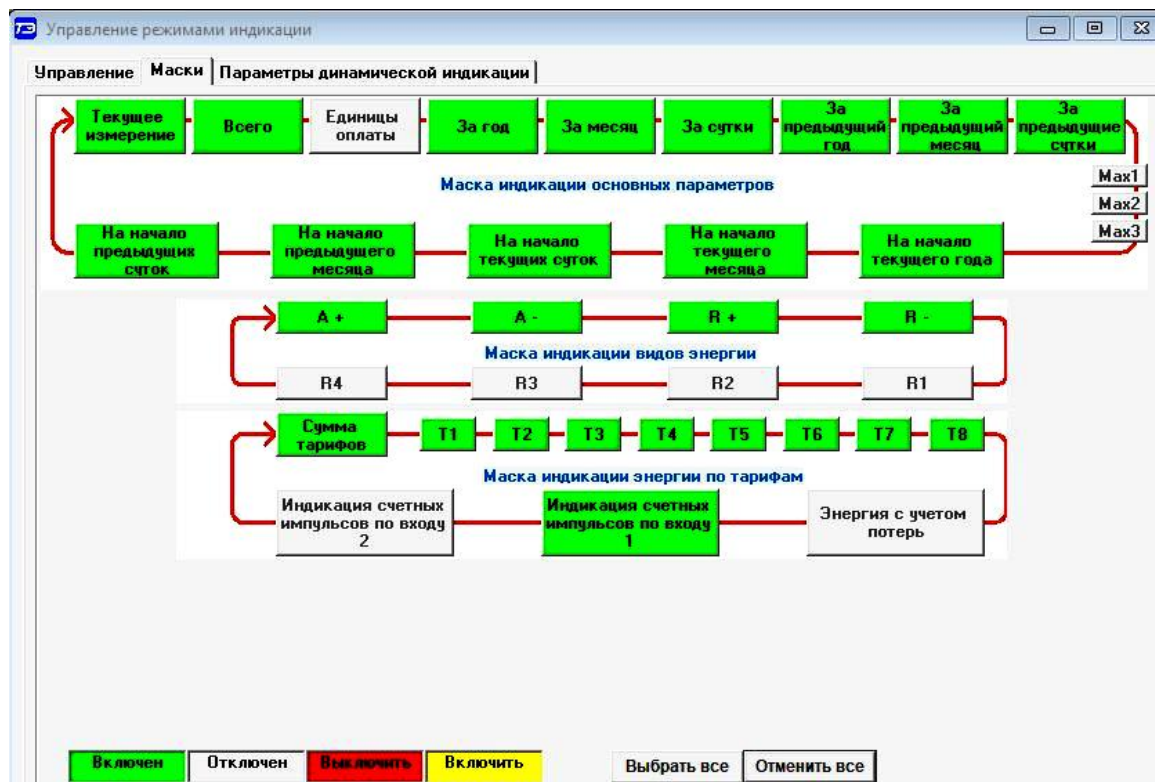

Рисунок 26 – Форма «Управление режимами индикации» вкладка «Маски»
4.15.6.4 На форме рисунок 26 замаскированными являются режимы индикации активной энергии обратного направления и индикация счетных импульсов по входу 1.
4.15.7.5 Динамическая индикация распространяется только на незамаскированные режимы индикации основных параметров (рисунок 26, верхнее кольцо).